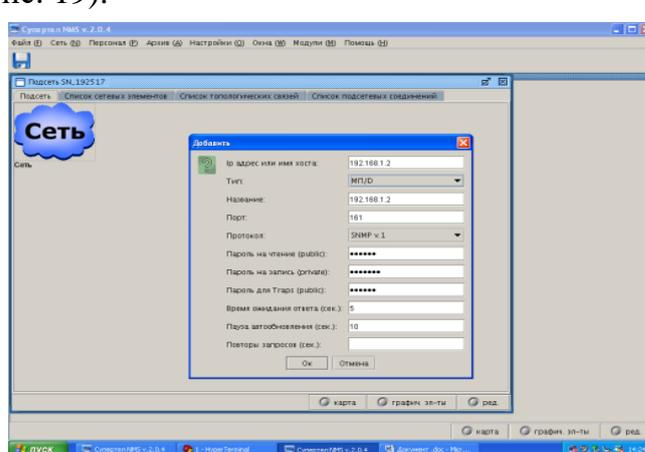

Рис. 19
5. В меню «Добавить» в строке «*IP*-адрес или имя хоста» записать *IP*-адрес 192.168.10.1, в строке «Тип» – МП/*D*, в строке «Порт» – 161, в строке «Протокол» – *SNMP* v.1, в строке «Время ожидания ответа» – 5 с, в строке «Пауза автообновления» – 10 с, нажать «*OK*» (рис. 19).